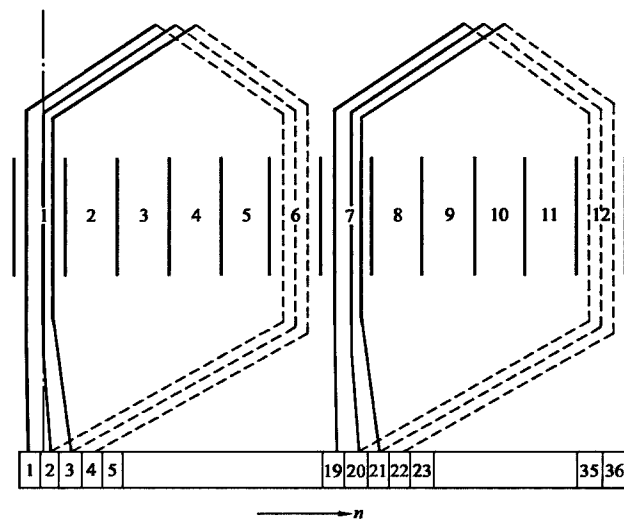

图 5-22 JIZ-13 型转子绕组展开图 (2)
5. JIZ-13 型转子绕组展开图 (2) (见图 5-22)